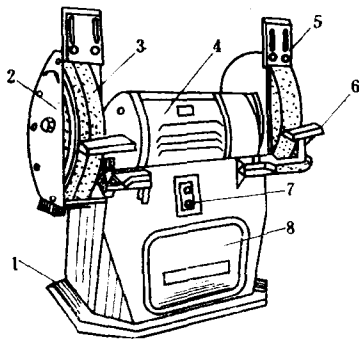

图 1-3 砂轮机
砂轮机的结构如图1-3所示, 主要由机体1, 砂轮片防护罩2、5, 砂轮片3及其传动装置4, 按钮开关7和电动机及传动装置8等组成。砂轮机使用操作时, 先按动带红色标志的起动按钮, 起动电动机带动砂轮片的传动轴旋转, 待转速达到正常后即可进行磨削。停机时按动带黑色标志的停止按钮, 即可停机。
(1) 砂轮的旋转方向应正确(如图1-3中箭头所指的方向), 以使磨屑向下方飞离砂轮;
(2) 磨削时, 工作人员应站在砂轮的侧面或斜面位置, 不要站在砂轮的对面;
(3) 磨削时, 避免工件对砂轮发生剧烈地撞击, 防止砂轮碎裂。此外, 应经常注意保持砂轮表面平整, 发现砂轮表面严重跳动时, 应及时修整;
(4) 砂轮机的托架与砂轮之间的距离一般应保持在3mm以内, 否则容易发生磨削件被轧入的现象, 甚至造成砂轮破裂飞出事故。